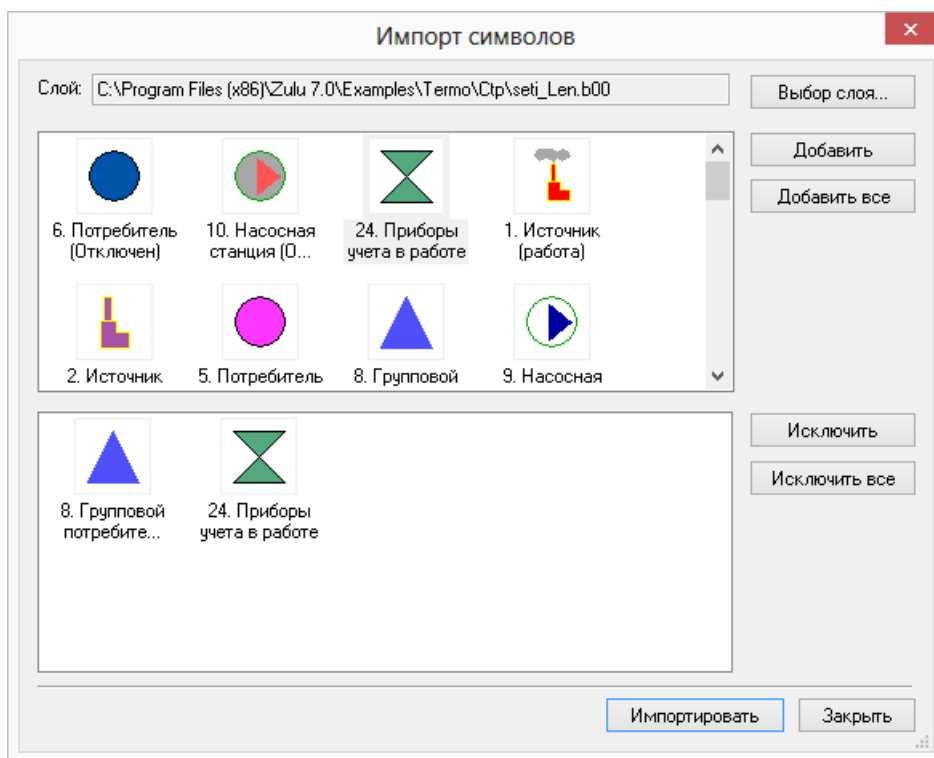

Рисунок 4.8. Окно импорта символов
- Нажать кнопку **Добавить** или сделать двойной щелчок левой кнопкой мыши по символу. Выделенный символ появится в нижнем списке (смотрите Рисунок 4.8, «Окно импорта символов»). Таким же образом добавить необходимые символы.